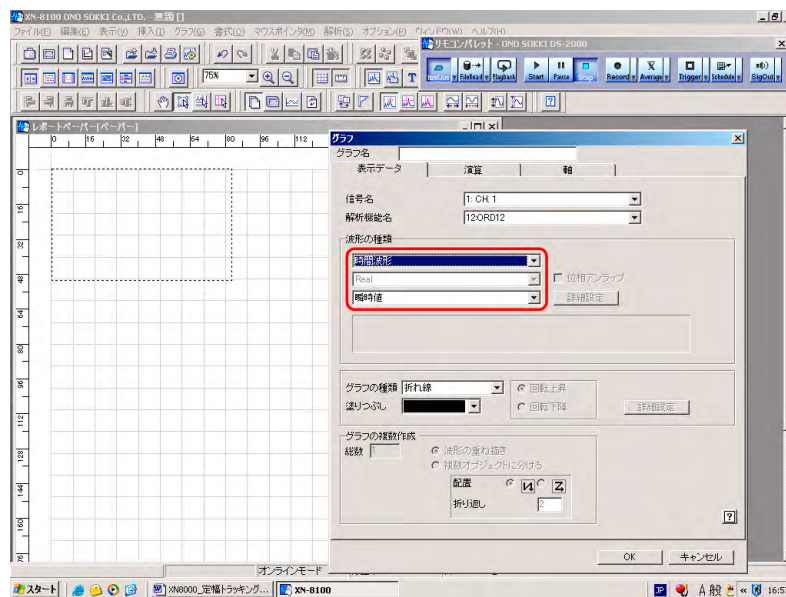

図 7
- ⑭ コンフィグボードの **【X】** をクリックし、コンフィグボードを閉じます。
- ① 「挿入 → グラフ」をクリックし、レポートペーパー上で表示したい大きさにドラッグします。点線の四角が表示され、[グラフ] プロパティが表示されます (図 7)。
- ② 図 7 のように「波形の種類: 時間波形、瞬時値」を選択し、OK ボタンをクリックします。